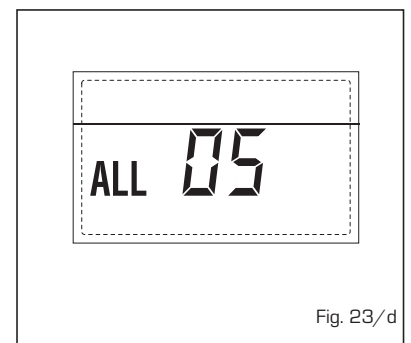

Fig. 23/d
- **LOCKOUT ALARM 06** (fig. 23/e)